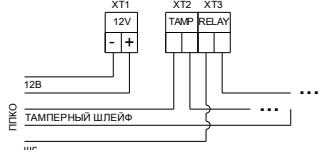

Рис. 4. Схема подключения извещателя
• к клеммной колодке подсоединить внешние соединительные линии согласно схеме подключения (см. рисунок 4);